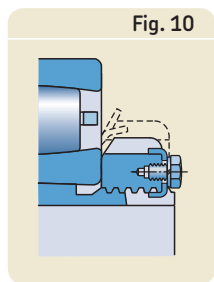

Fig. 10
- TL-utförande byts standardmuttern HM .. T och låsbrickan MB ut mot en mutter HM 30 och låskrampan MS 30, vilka har lägre sektionshöjd (→ fig. 10).